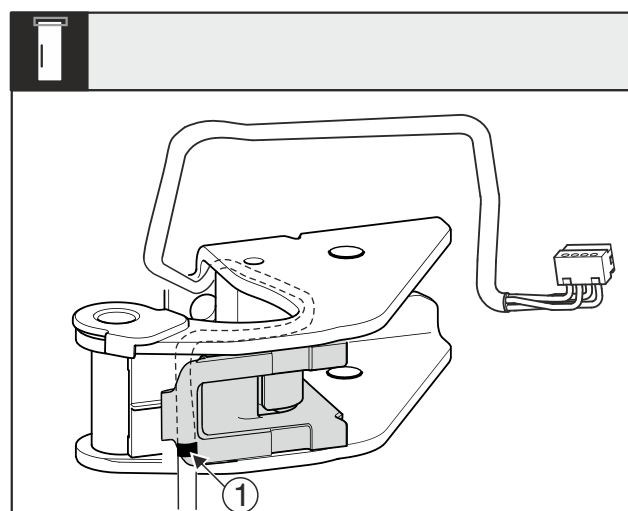

Fig. 27
- Le marquage central Fig. 27 (1) doit se trouver sur le bord du support de câble.